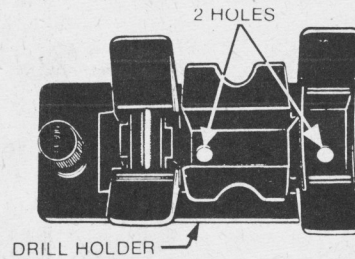

FIGURE 16
- (d) Two #10 screw clearance holes provided in the drill holder. Fig. 16.